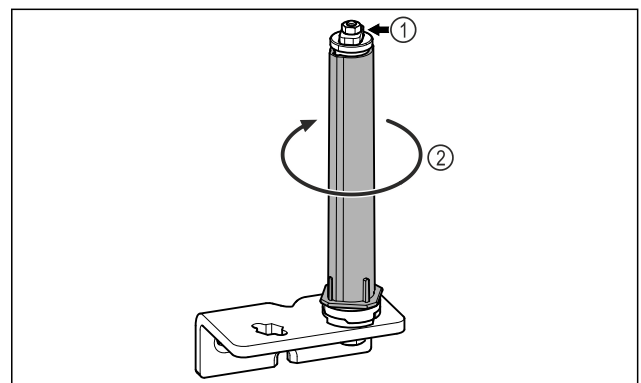

Fig. 25
- Türschließsystem Fig. 25 (1) nicht zerlegen.
- Schließsystem Fig. 25 (2) drehen, bis es klickt.